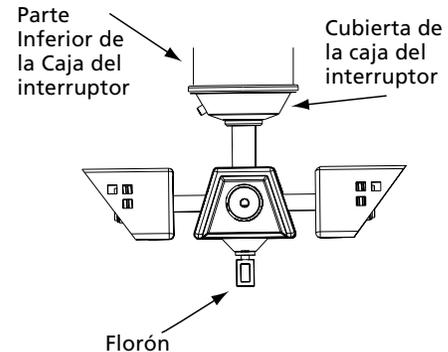

Figura 9e - Forma de apretar el florón
rior de la caja del interruptor quede asentada al ras contra la parte inferior de la caja del interruptor. Vea la Figura 9e.
- Gire el florón hacia la derecha (dirección del reloj), hasta que la cubierta de la caja del interruptor esté bien centrada y apretada seguramente contra la parte inferior de la caja del interruptor. Vea la Figura 9e.